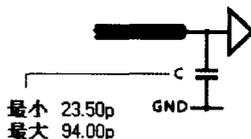

图 12-35 地端并联电容补偿
- **【Parallel Cap to GND】:** 地端并联电容补偿, 如图 12-35 所示。在接收输入端对地并联一个电容, 对于电路中信号噪声较大的情况, 是一种比较有效的补偿方式